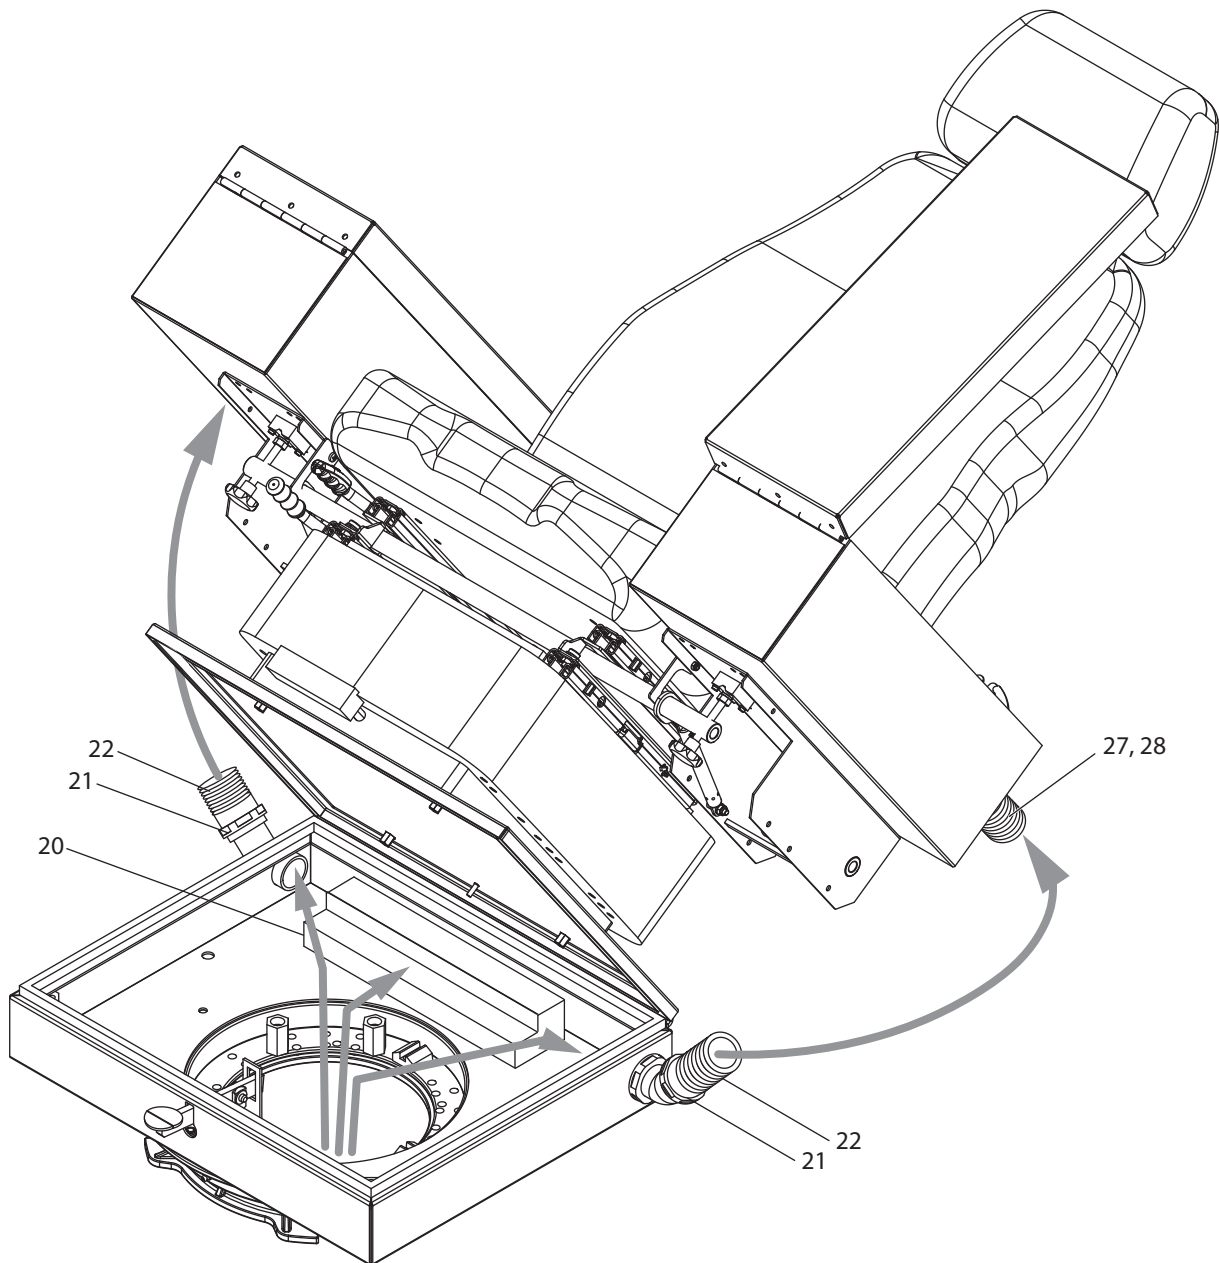

Abbildung 16. Leitungsführung
4. Führen Sie die Leitungen von unten in die Brücke (**4**) (siehe Abbildung 16 „Leitungsführung“, Seite 22).
5. Schließen Sie die entsprechenden Leitungen an der Klemmleiste (**20**) (siehe Abbildung 16 „Leitungsführung“, Seite 22) gemäß den zugehörigen Stromlaufplänen an (siehe Kapitel 12. „Mitgeltende Dokumente“, Seite 62).
6. Lösen Sie die Kontermutter (**21**) der Kabeldurchführung (**17**) und nehmen Sie den Wellenschlauch (**22**) von der Kabeldurchführung (**17**) der Brücke ab, (siehe Abbildung 16 „Leitungsführung“, Seite 22).
7. Lösen Sie die Kontermutter (**28**) der Kabeldurchführung (**27**) der Pulte und nehmen Sie den Wellenschlauch (**22**) von der Kabeldurchführung (**27**) der Pulte ab, (siehe Abbildung 16 „Leitungsführung“, Seite 22).
9. Ziehen Sie die Leitungen durch den Wellenschlauch (22) und ziehen Sie die Kontermutter (21) der Kabeldurchführung (17) an der Brücke und die Kontermutter (28) der Kabeldurchführung (27) an den Pulten fest.
10. Kippen Sie den Steuerstand in Richtung der Scharniere (15) zurück und ziehen Sie die beiden Sicherungsschrauben (18) an der Brücke (4) fest.
4. Lösen Sie die Kontermutter (**21**) der Kabeldurchführung (**17**) und nehmen Sie den Wellenschlauch (**22**) von der Kabeldurchführung (**17**) der Brücke ab, (siehe Abbildung 16 „Leitungsführung“, Seite 22).
5. Lösen Sie die Kontermutter (**28**) der Kabeldurchführung (**27**) und nehmen Sie den Wellenschlauch (**22**) von der Kabeldurchführung (**17**) der Pulte ab, (siehe Abbildung 16 „Leitungsführung“, Seite 22).